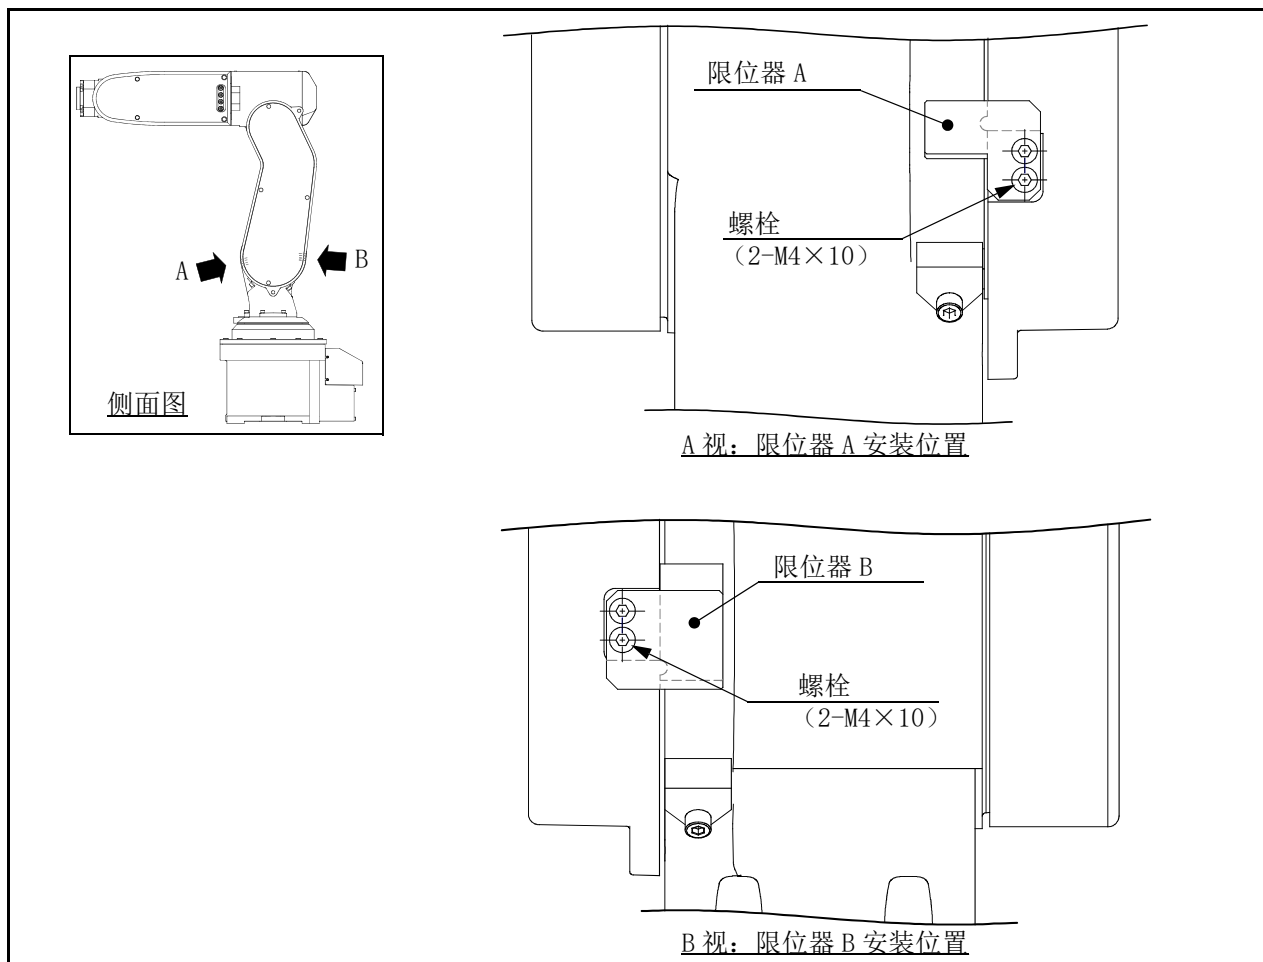

图 3-2: 限位器安装方法
J2 轴的可变更角度如表 3-4 所示。为了变更为希望的角度，请参考安装所需的限位器及参数设定值。限位器安装位置的详细内容请参照图 3-2。
- 2) 参照图 3-2，安装限位器。用附带的 2 个螺栓牢固固定。（紧固力矩：4.6Nm）
(4) 参数的设定